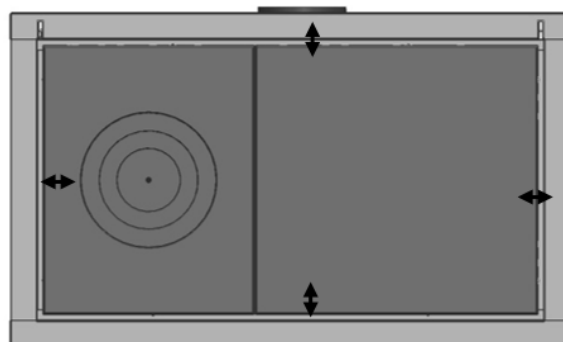

FIG. 18
- **Vérifiez, avant d'installer le plateau vitrocéramique, que les sous plateau en fonte soient centrés par rapport au cadre du plateau (Figure 18).**